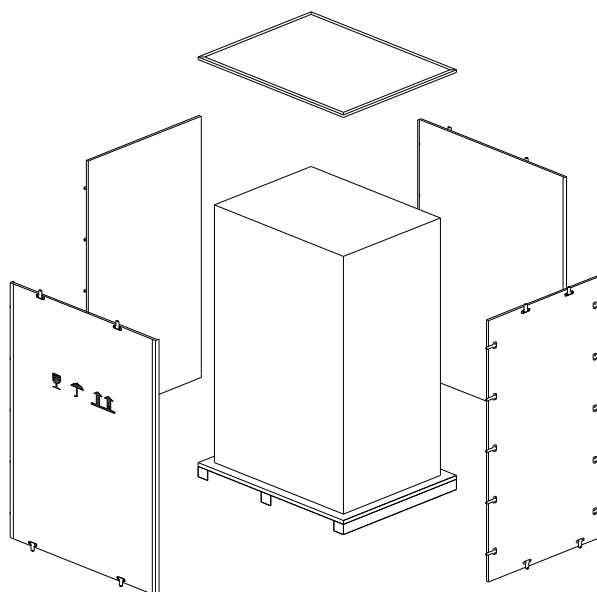

Рисунок 2-4. Разбор ящика
- 3) Снимите верхнюю крышку деревянного ящика со стальными уголками при помощи набора специальных инструментов, затем снимите боковые стенки (см. рисунок 2-4).